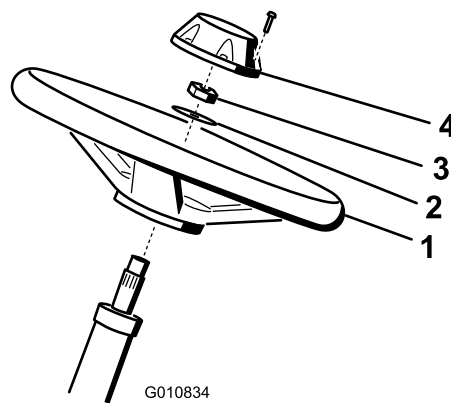

図 4
1. ハンドルをステアリングシャフトにはめ込む 図 4。
2. ワッシャをステアリングシャフトにはめ込む 図 4。
3. ロックナットでハンドルを固定し、27-35 N·m 2.8-3.6 kg·m = 20-26 ft·lb にトルク締めする 図 4。
4. キャップを取り付け、ボルト6本で固定する 図 4。